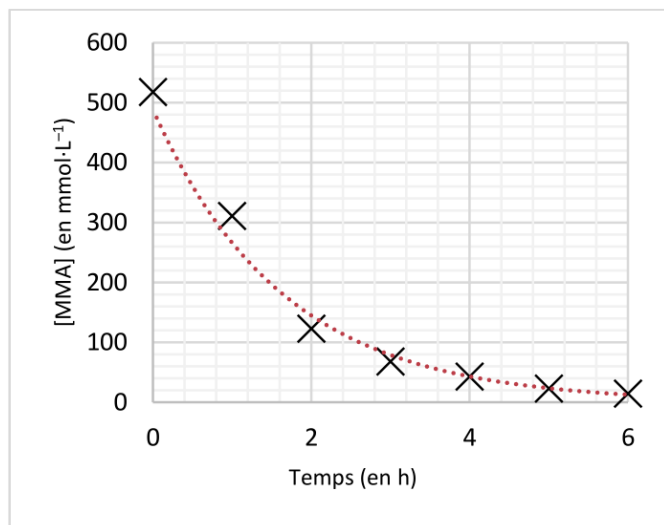

Figure 3. Graphique représentant  $[MMA] = f(t)$
- 3.3.** Déterminer le temps de demi-réaction  $t_{1/2}$  de la polymérisation du MMA à l'aide de la figure 3. Commenter.
- 3.4.** À l'aide de la figure 3, estimer en explicitant la méthode, la valeur de la vitesse de disparition  $v_p$  de MMA à l'instant initial.